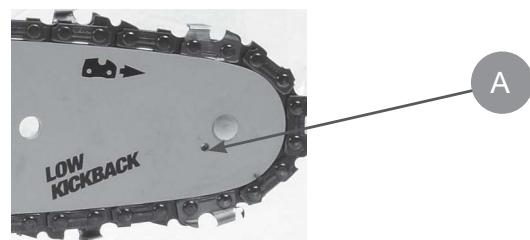

Рис.19
На кончике шины имеется отверстие (A) Рис.19 для смазки ведомой звездочки. Рекомендуется для смазки ведомой звездочки использовать шприц-масленку(в комплект поставки не входит).